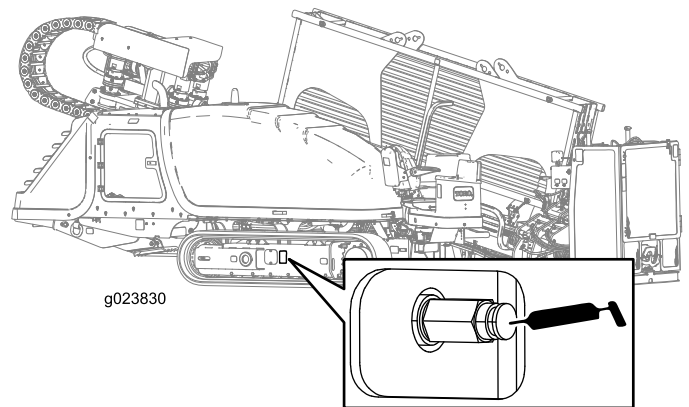

Figure 106
2. Enlevez les saletés et les débris déposés autour du graisseur de tension de la chenille (Figure 106).
4. Injectez de la graisse dans le graisseur jusqu'à ce que la tension atteigne 310,26 bar, comme montré à la Figure 106.
4. Tournez le graisseur dans le sens antihoraire d'un tour seulement (Figure 106).